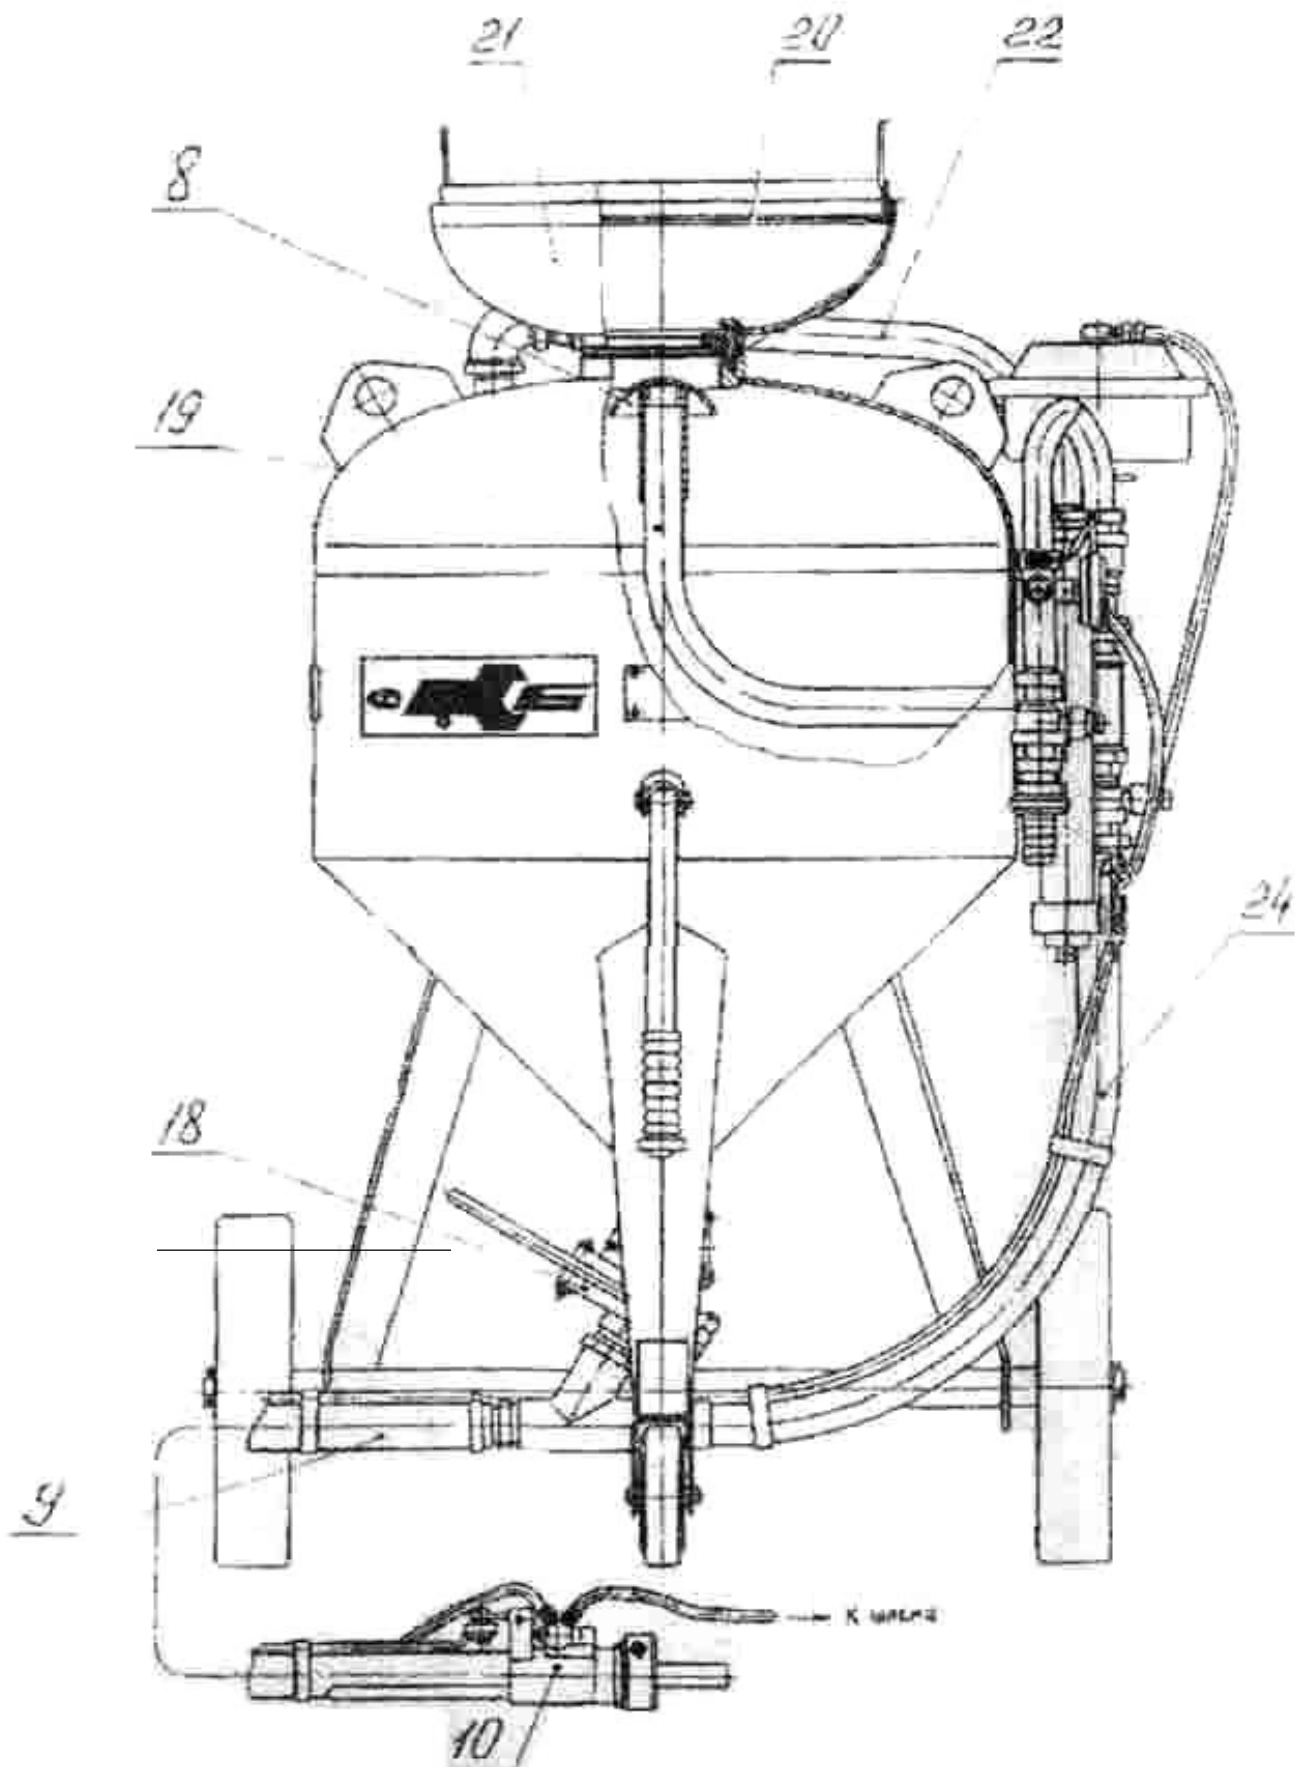

Рис. 1 Аппарат струйной очистки АСО-150.00.00.000
4.1 Аппарат рис. 1,2 представляет собой устройство, состоящее из ресивера 27, образующего рабочую камеру аппарата, приёмного бункера 21 с сеткой 20, дозатора абразива 18, напорного рукава 9 и системы пневмоэлементов, обеспечивающих функциональное назначение аппарата